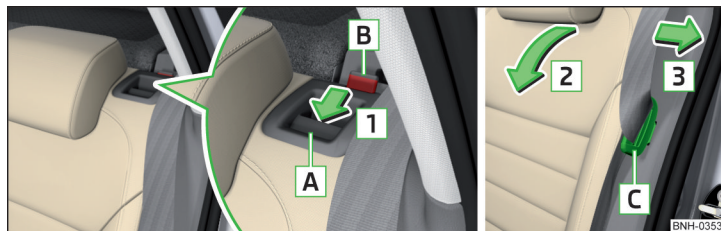

Fig. 64 Plegar el respaldo del asiento/ tirar del cinturón de seguridad hacia el revestimiento lateral y la posición de reserva del cinturón de seguridad
- Introduzca la lengüeta de cierre del cinturón de seguridad **C** en el orificio situado en el revestimiento lateral del vehículo. Posición de reserva » fig. 64.
- Introduzca la lengüeta de cierre del cinturón de seguridad **C** en los orificios situados en el revestimiento lateral del vehículo. Posición de reserva » fig. 64.
- Tirar el cinturón de seguridad trasero externo hacia el revestimiento lateral en el sentido de la flecha **3** » fig. 64.